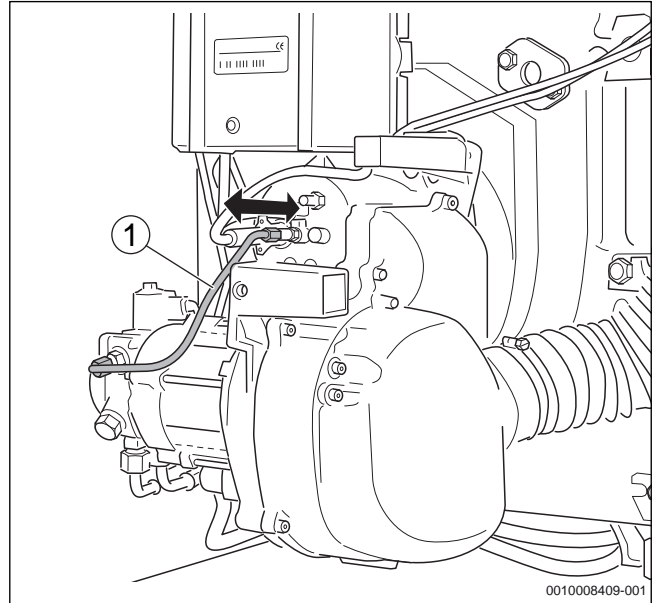

Рис. 41 Проверка правильной установки смесительной системы
- ▶ Выньте шланг подачи топлива (→рис. 41, [1]) примерно на 5 мм.